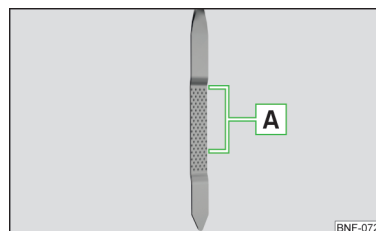

Fig. 109
Oliepind » Fig. 109
- Oliestanden må aldrig være over eller under området  » Fig. 109 – risiko for beskadigelse af motoren og udstødningssystemet.